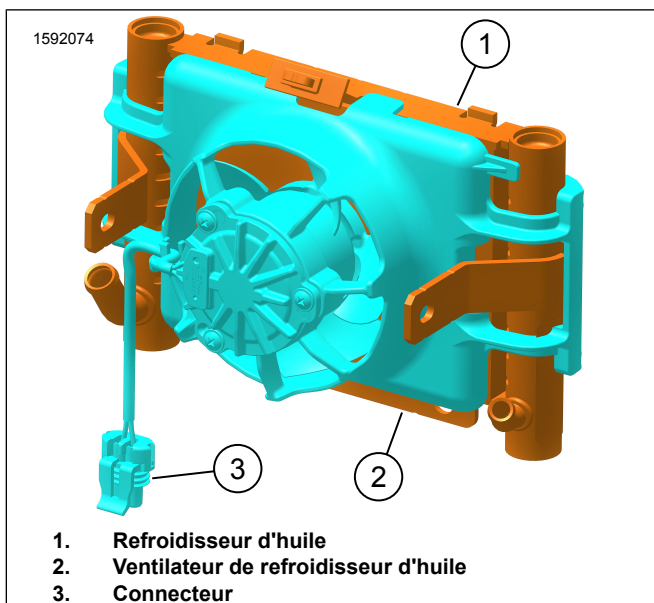
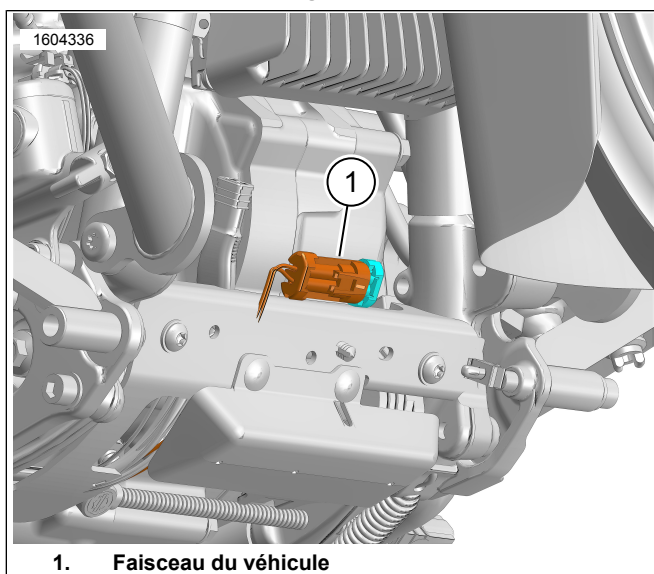

Figure 3.
Figure 4. Faisceau du véhicule
1. Voir la figure 3. Installer le ventilateur de refroidisseur d'huile (2) au refroidisseur d'huile (1).
3. Voir la figure 3. Connecter le connecteur du ventilateur du refroidisseur d'huile (3) au faisceau du véhicule (1). Voir la figure 4.